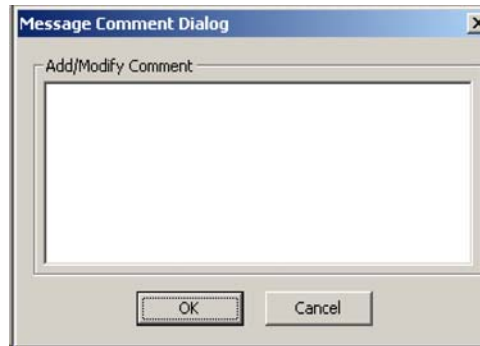

Abbildung 91. Kommentar-Dialogfenster
3. Die Kommentar-Dialogbox öffnet sich und Sie können in dem Bereich **Kommentar hinzufügen** eine Meldung eingeben. Der Kommentar erscheint dann in der Kommentarspalte der Alarmliste. Ein Ereignis, das den Kommentar zeigt, erscheint auch in der Ereignisliste. figure belowSiehe Abbildung 91.